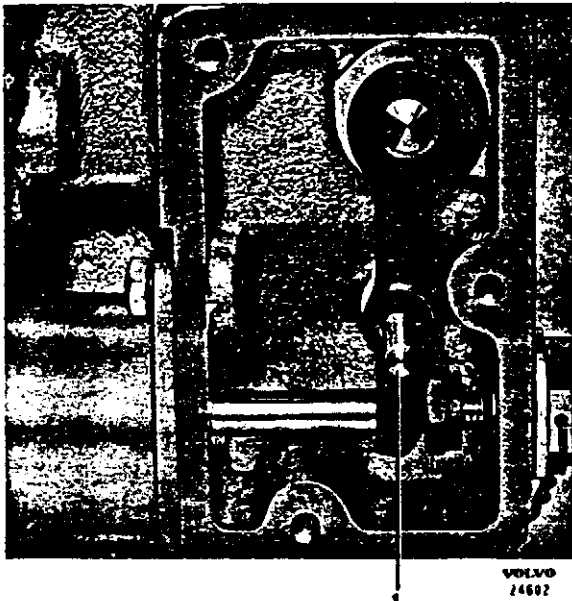

Abb. 10 Einstellung des Manöverventils
2. Den Deckel über dem Hebel des Manöverventils entfernen. Overdrive einschalten (bei stehendem Motor und eingeschaltetem 4. Gang). Ist das Manöverventil richtig eingestellt, so soll ein Stift mit 4,75 mm (3/16") Durchmesser durch das Loch des Hebelarmes in das Gehäuse gesteckt werden können, siehe Abb. 10. Ist dies nicht so, so soll eine Einstellung vorgenommen werden, bis die richtige Lage des Hebels erhalten wird.